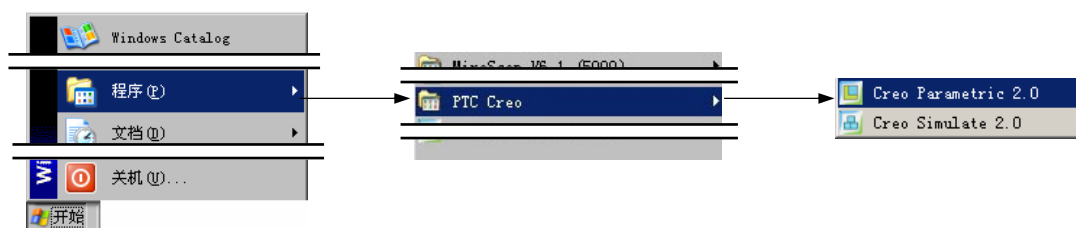

图 3.4.1 Windows “开始”菜单
Step2. 选择  程序 (P) ▸ →  PTC Creo ▸ →  Creo Parametric 2.0 命令，如图 3.4.1 所示，系统便进入 Creo 软件环境。